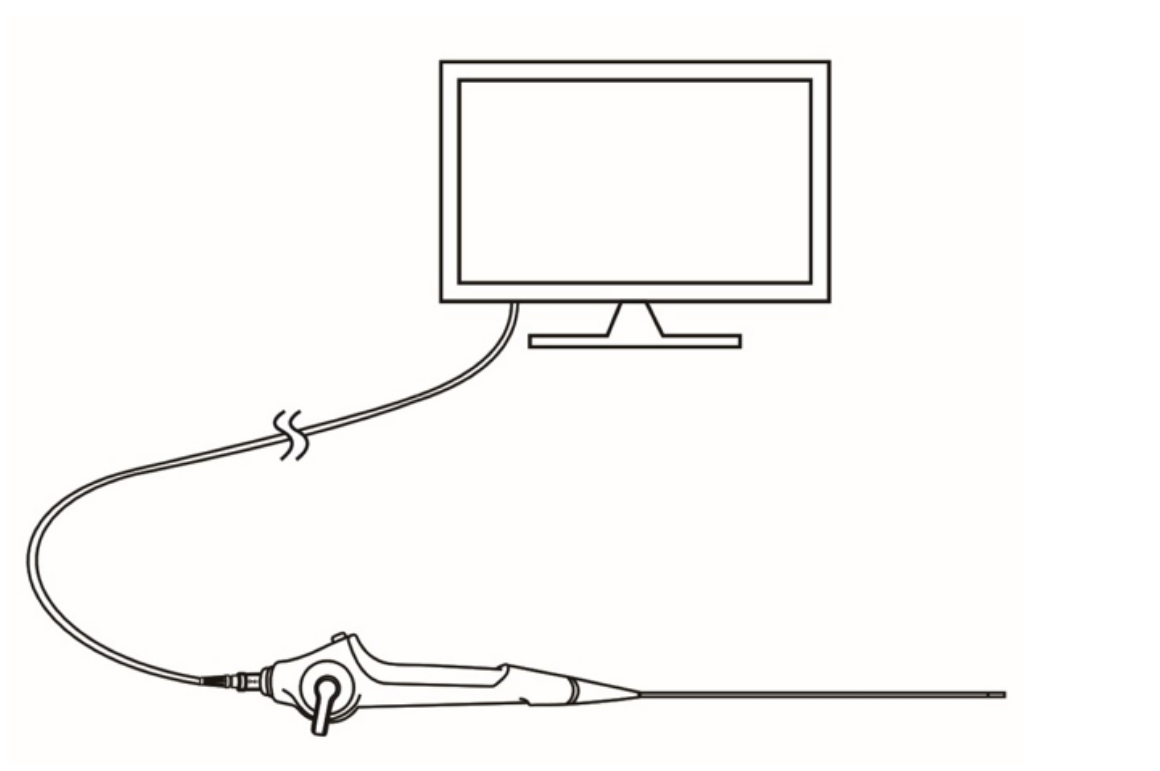

Figura 2.6
4. Após todas as quatro etapas serem conectadas com sucesso, o resultado é mostrado na Figura 2.6 .